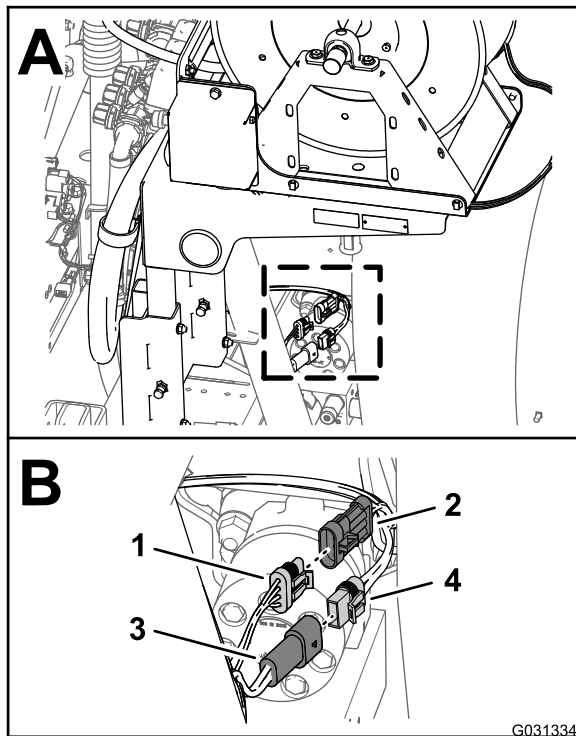

図 10
1. 機体後部で、液剤タンクの後部にある収納式ホースリールキットのワイヤハーネスを探し出す 図 10。
2. 後メインハーネスの2ピンコネクタから、電動ホースリール用ハーネスの2ソケットコネクタを外す 図 10。
3. 後メインハーネスの3ソケットコネクタから、電動ホースリール用ハーネスの3ピンコネクタを外す 図 10。